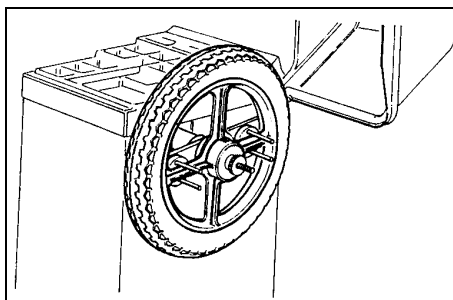

рис.15
- На **рис.15** показана система блокировки колеса мотоцикла, которая использует специальный фланец для колес мотоцикла.
- При определении только статического дисбаланса, например для колес мотоциклов, необходимо ввести данные только в программирующее устройство (2) диаметра обода (см. рис.15); на остальных двух регуляторах может быть установлено любое значение.